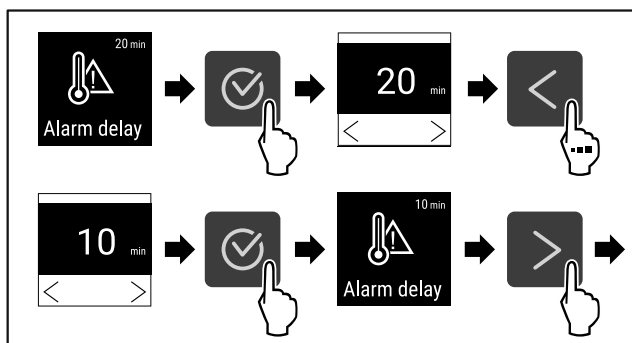

Fig. 104
- ▶ Stappen (zie Fig. 104) uitvoeren.